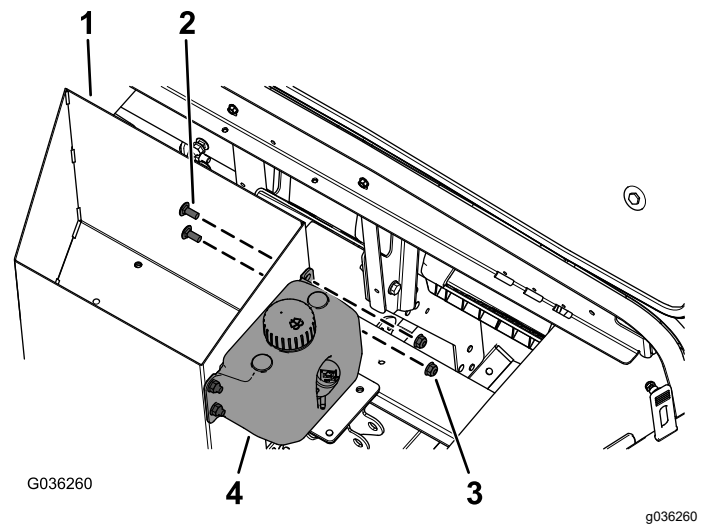

Figure 1
1. Fixez le réservoir de liquide lave-glace sur le bac de rangement à l'aide de 4 vis à embase ($\frac{1}{4}$ " x $\frac{5}{8}$ ") et des 4 contre-écrous ($\frac{1}{4}$ "), comme montré à la Figure 1.